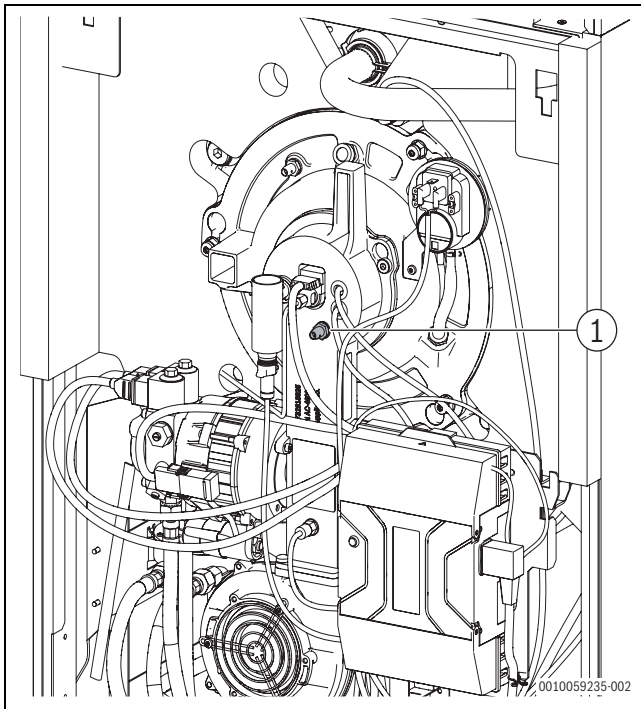

Bild 56 Statischen Gebläsedruck messen
- ▶ Druckmessstutzen (→ Bild 56, [1], Seite 33) für den statischen Gebläsedruck am Brennergehäuse öffnen.
- ▶ Messgerät für statischen Gebläsedruck am Druckmessstutzen (→ Bild 56, [1], Seite 33) des Brennergehäuses anschließen.